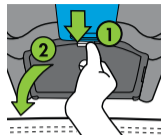

Figure 28
Ouvrez la porte du bac DUA en appuyant et en maintenant le haut de la languette de verrouillage (1), puis en tournant la porte du bac DUA vers le bas (2), comme indiqué dans la **Figure 28**.